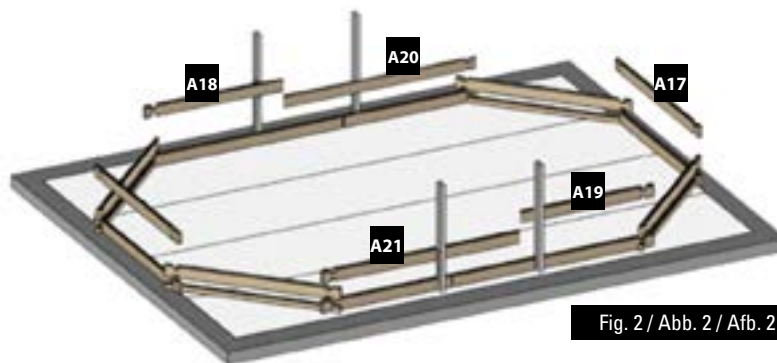

Fig. 2 / Abb. 2 / Afb. 2
**EN 2nd LAYER OF BOARDS:** • Install the second layer of boards as shown in figure 2. • There is a wooden wedge in the structure packet to correctly assemble the boards. • Never directly hit against the boards. You would damage the pegs and would weaken the structure. Do not hit them with anything metallic. This would inevitably damage the wood. • Try to correctly assemble the boards right from the start. There should not be any space between each layer of boards to avoid maladjustment of the higher boards.
**FR 2ÈME RANGÉE DE MADRIERS :** • Positionnez les madriers de la deuxième rangée conformément à la figure 2. • De manière à emboîter correctement les madriers, une cale en bois est à votre disposition dans le colis de structure. • Ne pas taper directement sur les madriers. Cela abîmerait les languettes et nuirait à la solidité de la structure. • Ne pas frapper avec une pièce métallique. Cela détériorerait le madrier irrémédiablement. • Veillez à emboîter bien à fond les madriers dès le départ. Il ne doit pas y avoir d'espace entre chaque rangée pour éviter un décalage au niveau des madriers supérieurs.
**DE 2. BRETTERREIHE:** • Platzieren Sie die Bretter der zweiten Reihe laut Abb. 2. • Um die Bretter richtig anbringen zu können, finden Sie einen Holzkeil im Paket des Tragwerks. • Nicht direkt auf die Bretter klopfen. Das würde die Zapfen und die Festigkeit des Tragwerks beschädigen. • Nicht mit einem Metallteil darauf klopfen. Es würde das Holz unabänderlich beschädigen. • Versuchen Sie, die Bretter von Anfang an tiefgehend ineinander zu fügen. Zwischen den Reihen darf kein Platz sein, um eine Fehlanpassung der oberen Bretter zu vermeiden.
**NL 2ª RIJ PLANKEN:** • Plaats de planken van de tweede rij zoals aangegeven op afbeelding 2. • Om de planken correct te assembleren, zit er een houten wig in het pakket van het frame. • Sla niet direct op de planken. Daardoor gaan het profiel kapot en wordt de stevigheid van het frame ondermijnd. • Sla er niet direct op met metaal. Hierdoor raakt het hout onherstelbaar beschadigd. • Zorg ervoor dat de planken vanaf het begin stevig op elkaar aansluiten. Er mag geen ruimte tussen de rijen overblijven, om te voorkomen dat de bovenste houtdelen onregelmatig uitkomen.